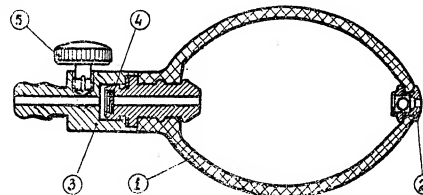

Рис. 12.
Нагнетатель пневматический (рис. 12) состоит из резиновой груши (1), всасывающего шарикового клапана